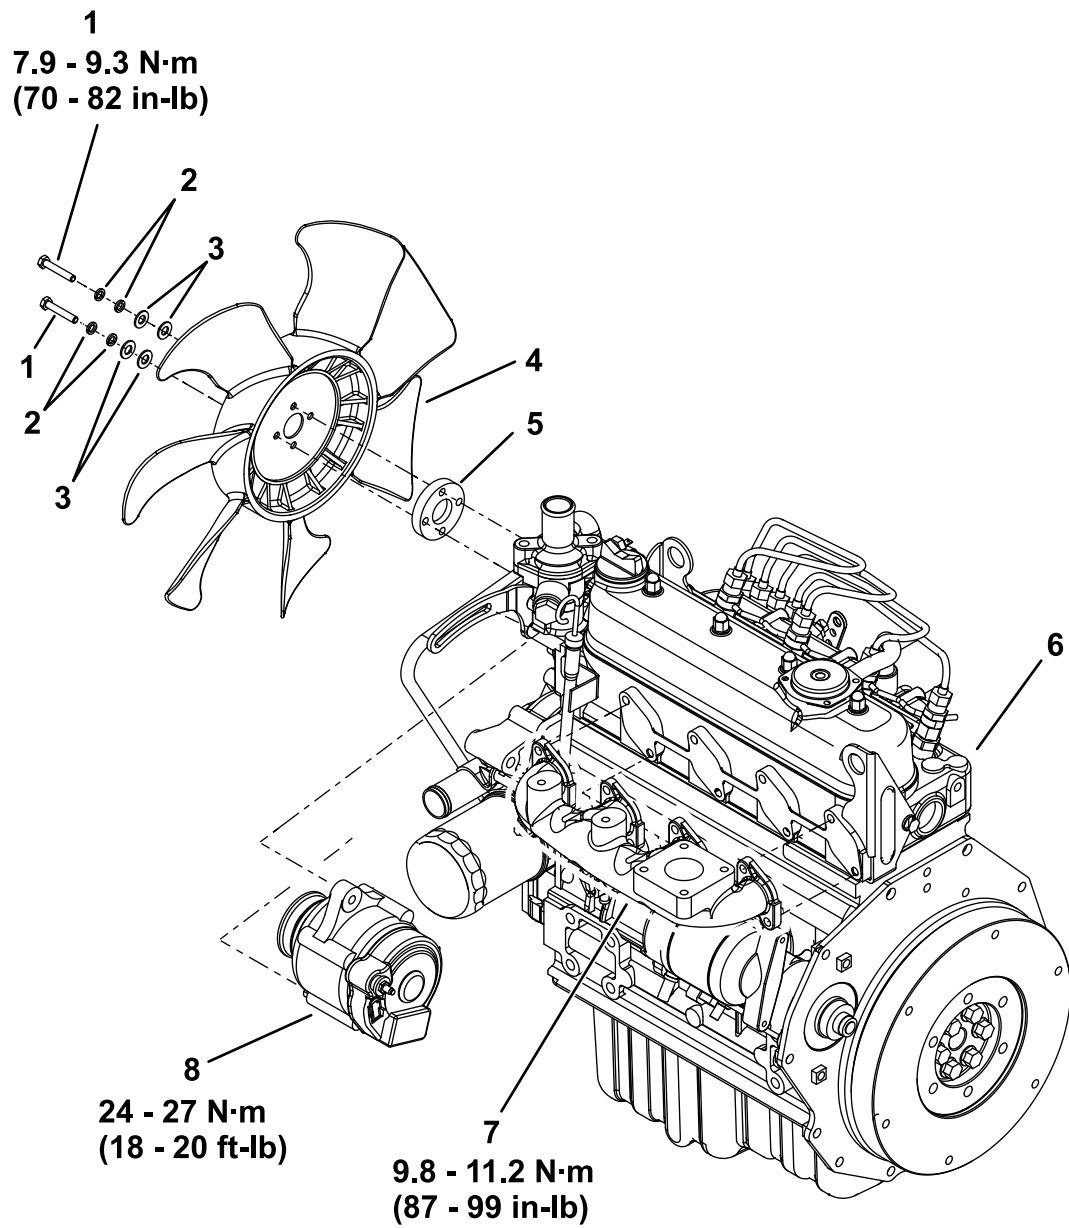

図 3
1. 古いエンジンから図 3 に示すパーツを外して新しいエンジンに取り付ける。